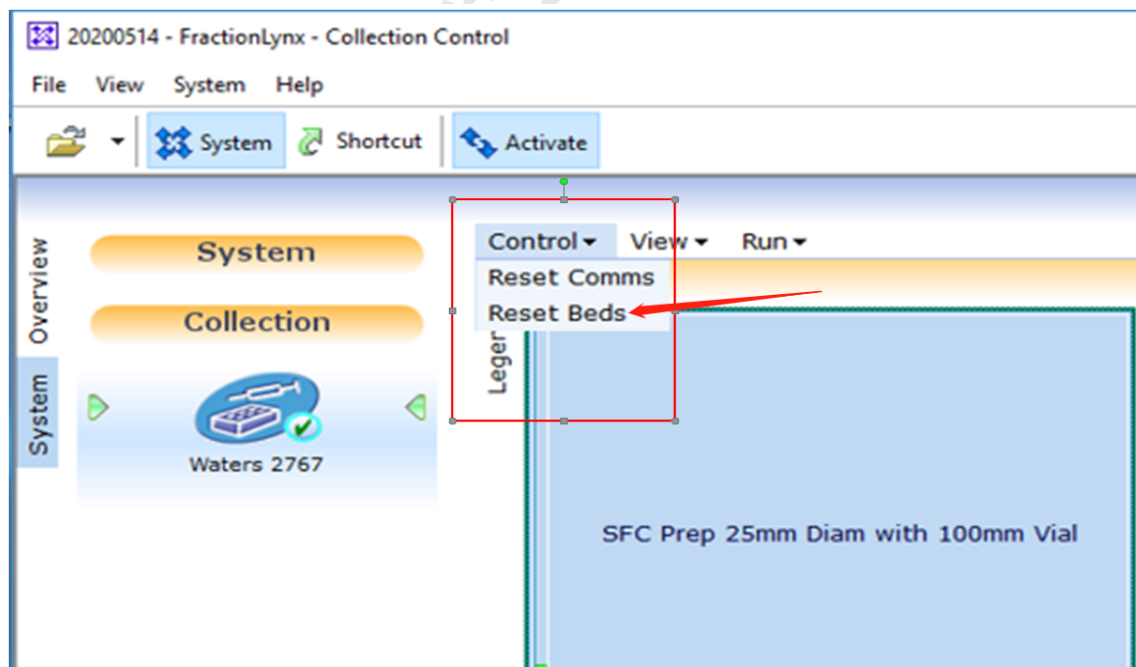
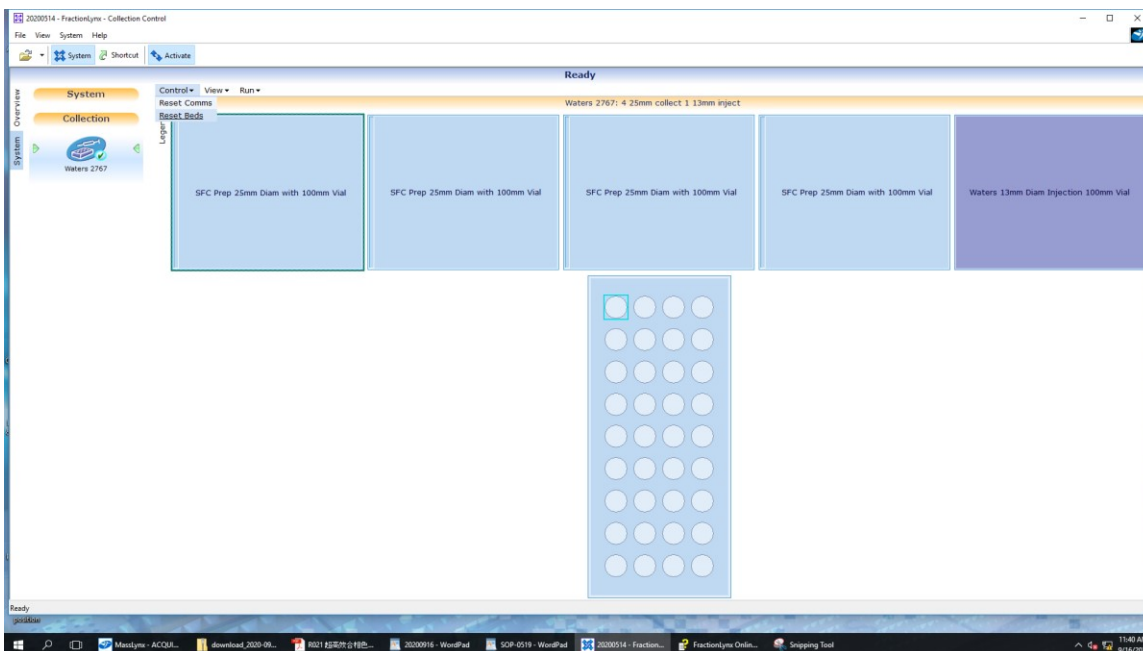

图6-56
图6-57
- 重置：Contro-Reset Beds，则重置回收管（图6-56），重置成功，回收管回到1号盘， tube1位置，如图6-57